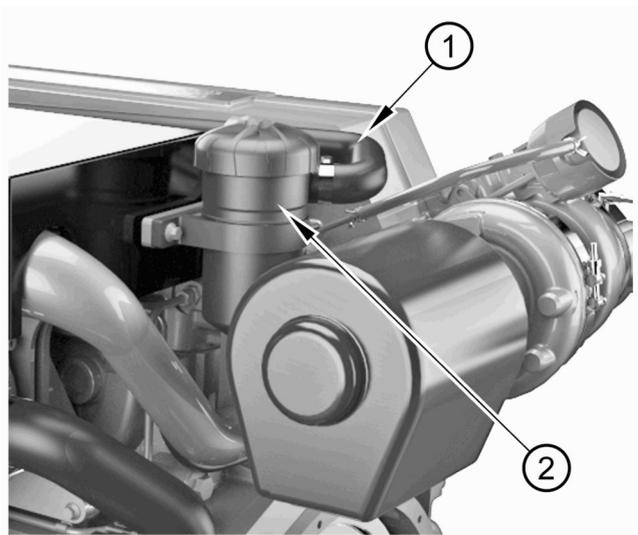

Figura 23
Precaución: No haga una fuerza excesiva para sacar el tubo flexible (Figura 23, elemento 1) del tubo de salida del respiradero.
1. Saque el tubo flexible (Figura 23, elemento 1) del cuerpo del respiradero del motor (Figura 23, elemento 2).